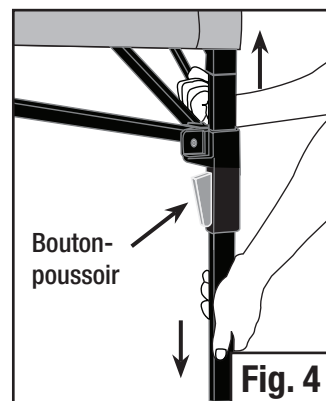

Fig. 4
- Tirez sur le bras coulissant situé dans la partie du haut du pied jusqu'à ce que le bouton-poussoir se mette en place d'un bruit sec. (Fig. 4) Ceci assurera que la toile de l'abri est entièrement étirée.